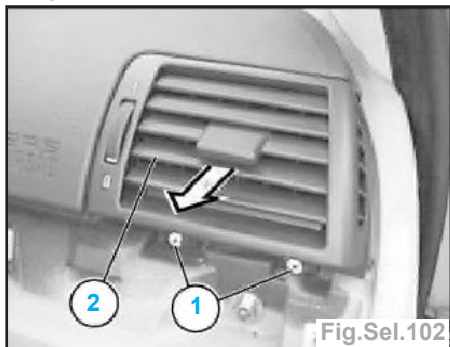

Fig.Sel.102
- Dégager l'agrafe (3) du cache (1) en la déplaçant vers l'avant / vers la droite.
- Déposer les vis (1) et extraire la grille de dégivrage (2) en la tirant vers l'arrière (fig.Sel.102).